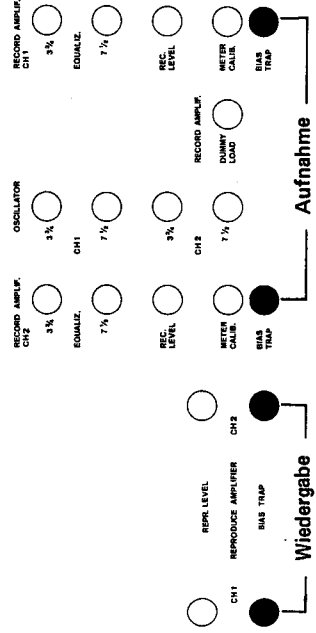

Bild 6.4.-64
- < 300 mV. (Bild 6.4.-64)
- < 50 mV (Bild 6.4.-64)